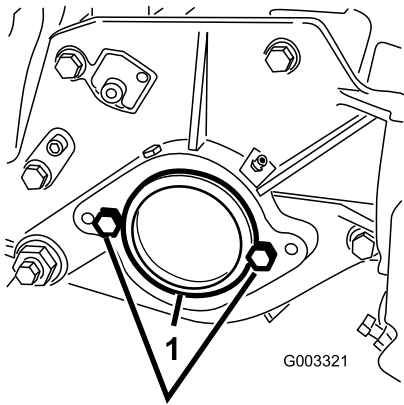

Figura 12
- 2. Na extremidade direita da unidade de corte, retire o tampão de plástico da caixa de rolamentos (Figura 12).
- 3. Retire os 2 parafusos da placa do lado direito (Figura 12).
1. Tampão de plástico 2. Parafuso (2)
- 5. Instale os 2 parafusos de montagem do motor do cilindro na placa do lado esquerdo da unidade de corte (Figura 12).